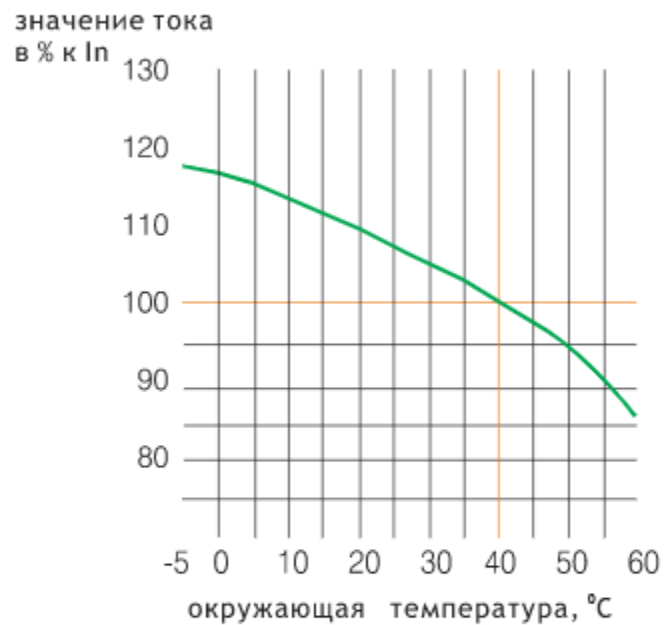

Рис. 2
- 3.11. При применении выключателей с температурой окружающей среды отличной от 40С следует применять температурный коэффициент рис. 2